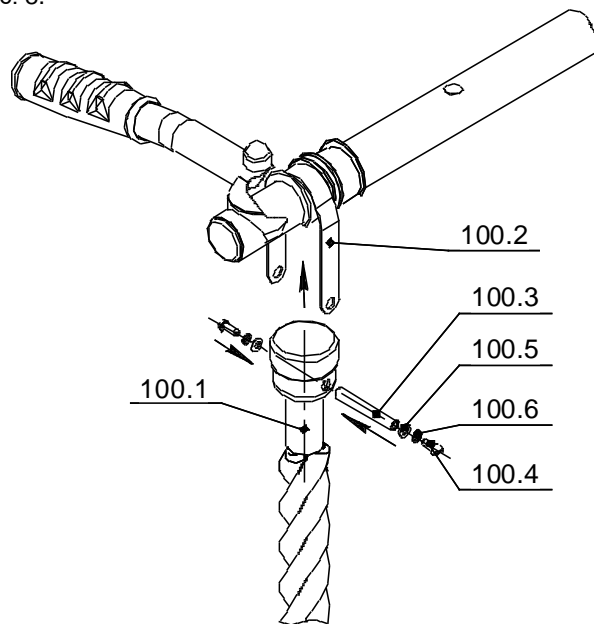

Рис.8
8.6.2 Навесить канат согласно рис. 8.